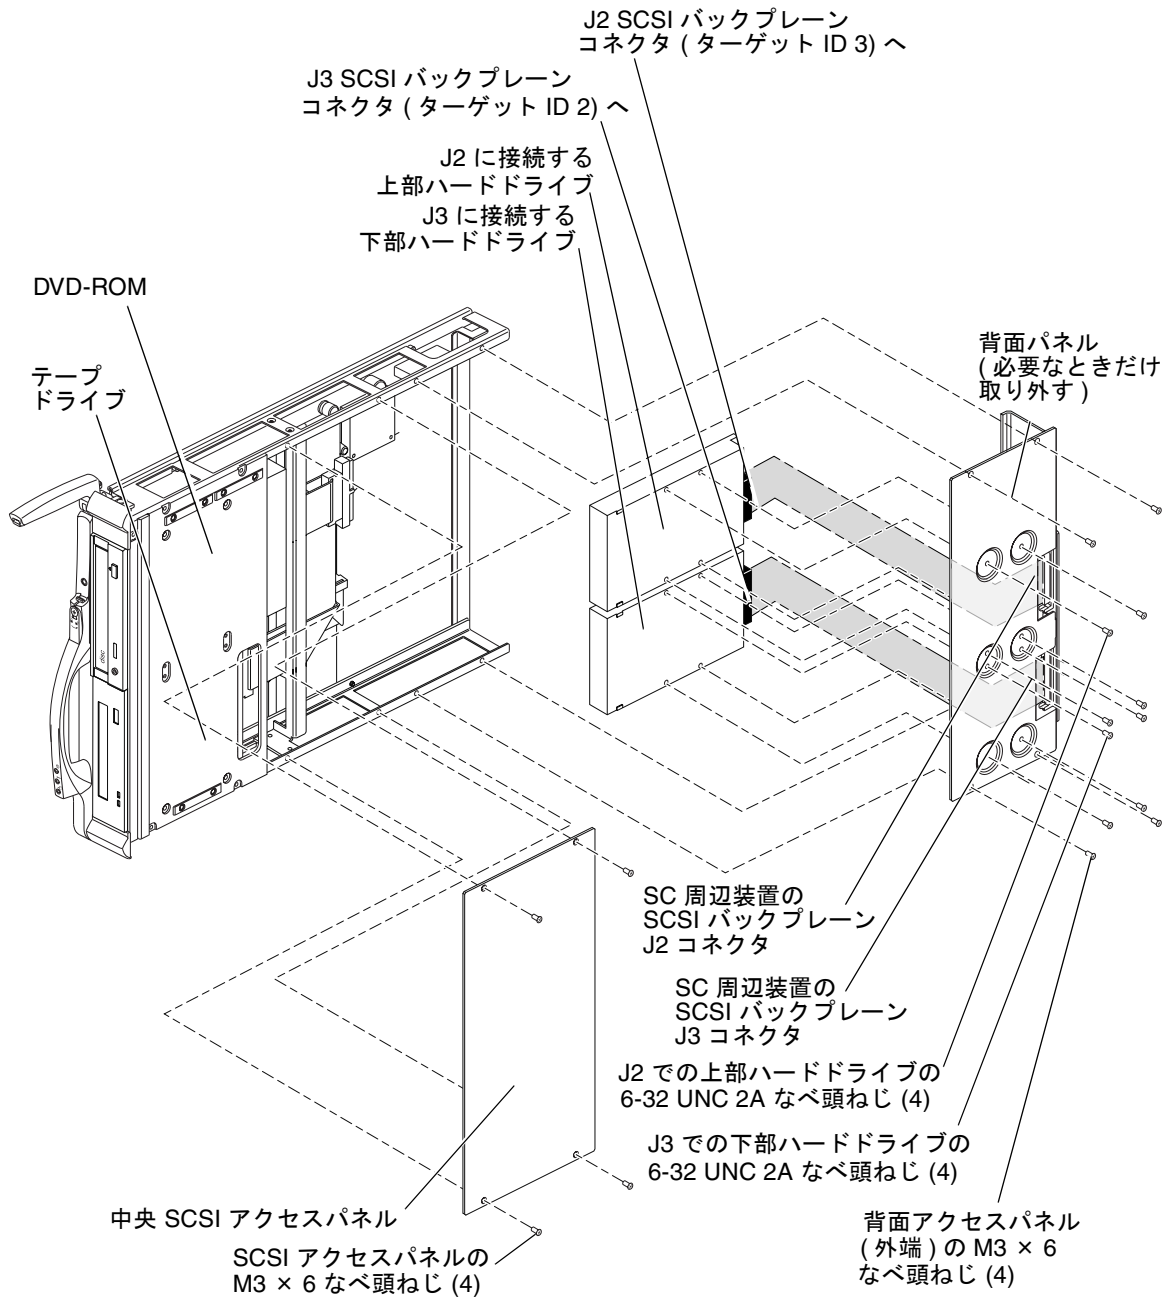

図 7-4 SC 周辺装置ボードからのハードドライブの取り外しおよびアクセスパネル - 分解図
4. 中央の SCSI アクセスパネルにある 4 本の M3×6 皿頭ねじを外し、パネルを取り外します (図 7-4)。